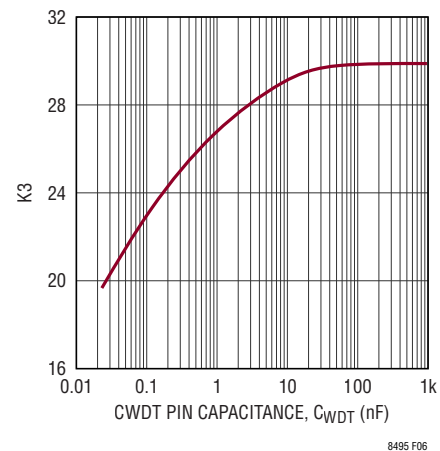

図6. 上限と下限の比
**ウォッチドッグ・タイミング・コンデンサの選択:**ウォッチドッグ・タイムアウト期間は調整可能で、ソフトウェアの実行に合うように最適化することができます。ウォッチドッグの上限と下限のタイムアウト期間( $t_{WDU}$ と $t_{WDL}$ )はCWDTピンとグラウンドの間にコンデンサ $C_{WDT}$ を接続することにより調整されます。 $C_{WDT}$ の値が大きいとき(約50nF以上)、 $t_{WDU}$ は一般に $30 \cdot t_{WDL}$ です。もっと小さい値では、図6に示すようにこの比が減少します。
ここで、 $K3$  は上限と下限の比で、標準的な値を図6に示します。